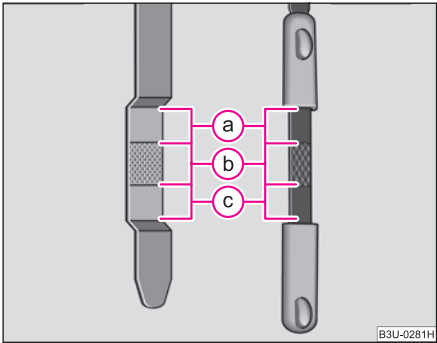

Fig. 175 Varilla de medición de aceite
- A continuación vuelva a extraer la varilla indicadora de nivel de aceite y vea el nivel de aceite ⇒ **página 230, fig. 175.**
El nivel de aceite no debe sobrepasar nunca la zona **(a)** ⇒ página 230, fig. 175. De lo contrario se absorbe aceite a través de la ventilación del bloque motor y puede llegar a la atmósfera a través del sistema de gases de escape. El aceite puede quemarse en el catalizador y dañarlo. ■